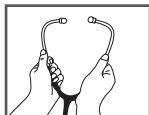

Fig. 1
2. För att minska fjäderspanningen, greppa båda öronslangarna i böjningen och dra försiktigt utåt, som fig. 1 visar.